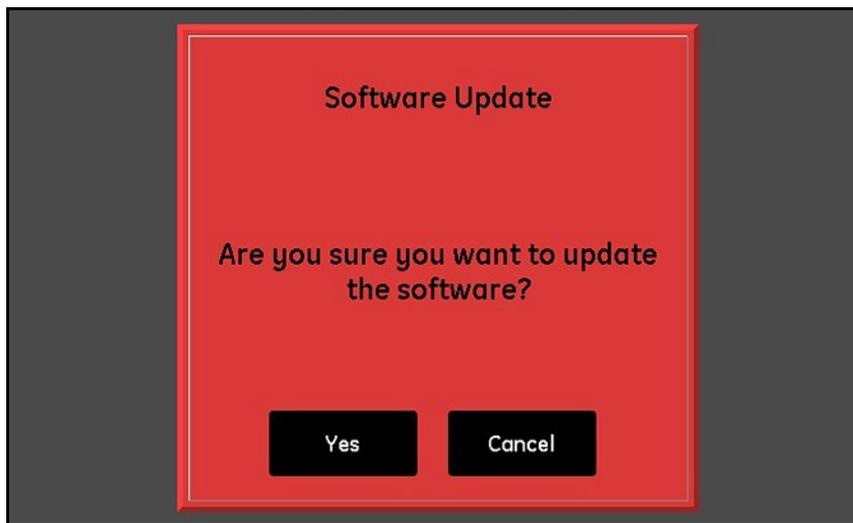

Рис. 42: Экран подтверждения обновления ПО
2. Нажмите **Yes (Да)** на экране, аналогичном *Рис. 42* ниже, для подтверждения команды или **Cancel (Отмена)** для отмены обновления.